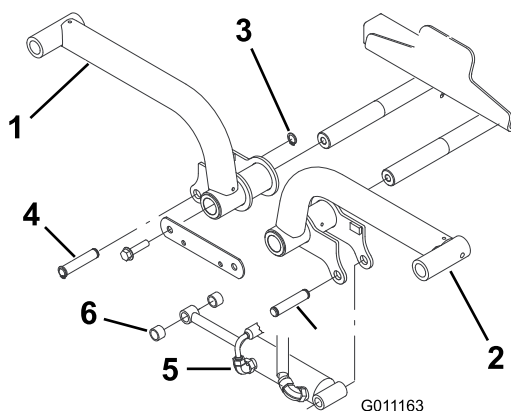

Figura 12
4. Insira os braços de elevação nas hastes de articulação dos braços de elevação (Figura 12) e fixe cada uma ligação do veio da articulação do braço de elevação e os parafusos anteriormente retirados.